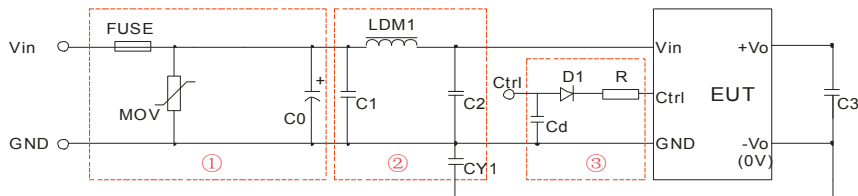

图 3
- ①图 3 中第①部分用于 EMS 测试；第②部分用于 EMI 滤波，可依需求选择；
- ② V_C 为 Ctrl 端相对于输入地 GND 的电压， V_D 为 D1 的正向导通压降， I_C 为流入 Ctrl 端的电流，一般取 5-10mA，Ctrl 端外围电路如图 3-③；
- ③若图中元器件无附其参数说明，则此型号外围中不需要这个元器件。